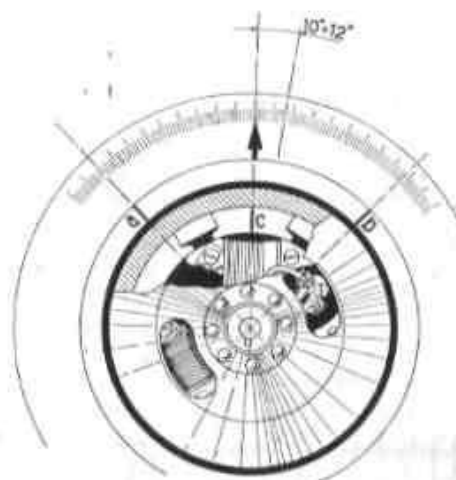

Fig. 39 - Controllo fessatura al banco prova
- 1) Nelle revisioni generali del volano (ad es.: sostituzione o magnetizzazione rotore; sostituzione camma; sostituzione bobine), **disponendosi del banco prova volani**, l'apertura contatti rottore deve iniziare quando la mezziera della espansione polare opposta alla cava per chiaveva sopravanza la mezziera della bobina A. T. di $10^{\circ} - 12^{\circ}$ (fig. 39). L'utilità minima con tale angolo deve risultare la seguente:
- 2) Nella verifica dei volani e nelle revisioni parziali (ad es.: sostituzione rottore su volani da lungo in uso, e quindi di media efficienza), **qualora non si disponga di banco prova** e non si possa quindi rilevare l'utilità, occorre controllare che l'apertura contatti rottore inizi quando l'estremità della bobina per A. T. dista dall'espansione polare indicata nel dettaglio della fig. 39 del valore ivi prescritto.